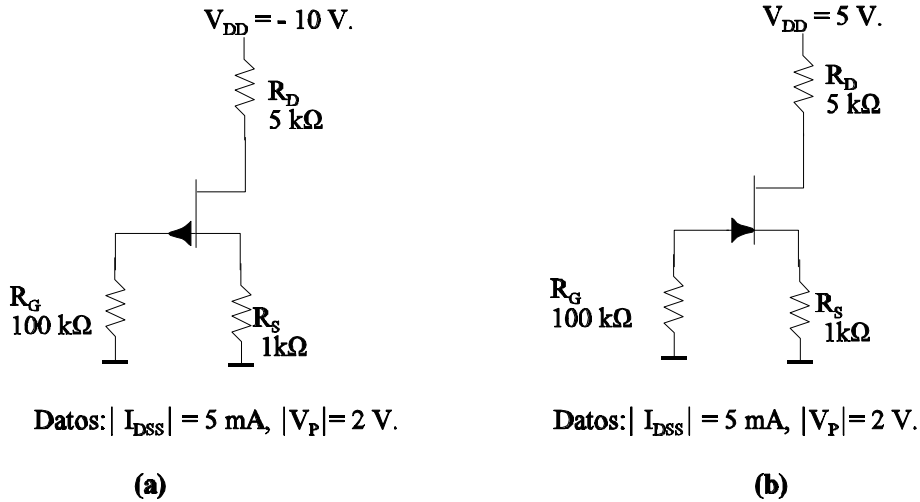

Figura E.2.5 Circuitos correspondientes al ejemplo 2.4.
Dados los circuitos de la figura E.2.5, con los datos indicados para cada uno de los transistores, se pide:
1. Punto de funcionamiento del transistor de la figura E.2.5.a
2. Punto de funcionamiento del transistor de la figura E.2.5.b